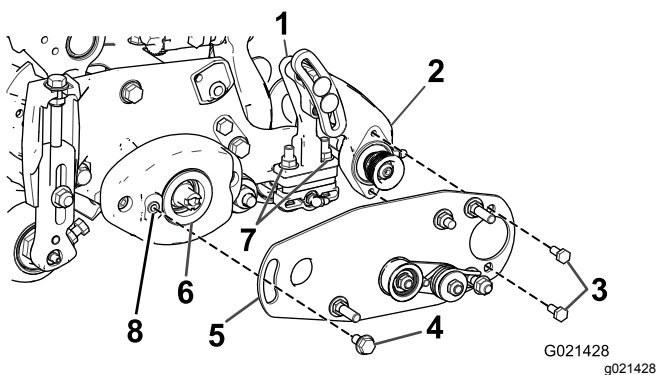
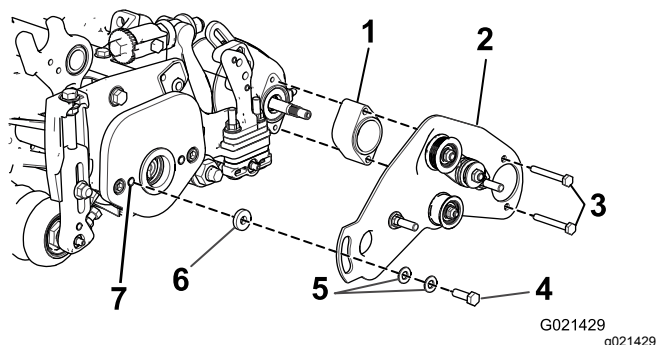

Figura 15
Figura 16
21. Aplique uma película de massa lubrificante no diâmetro interior do olhal, na caixa de rolamentos (Figura 15 e Figura 16).
Nota: Certifique-se de que o conjunto da polia intermédia está instalado na parte inferior, como se mostra na Figura 15 e na Figura 16.
25. Aplique Loctite 242 (azul) aos (2) parafusos de 5/16 pol. x 5/8 pol. e utilize-os para montar a placa da escova na caixa de rolamentos da escova do rolo (Figura 15 e Figura 16). Aperte os parafusos com uma força de 20 a -25 N·m.
- Desaperte as duas porcas flangeadas de retenção que fixam o suporte de montagem da escova do rolo à placa lateral da unidade de corte (Figura 15 e Figura 16).
- Rode a caixa de rolamentos da escova do rolo, até que a placa da escova fique paralela à placa lateral da unidade de corte (Figura 15 e Figura 16).
- Aperte as duas porcas flangeadas de retenção que fixam o suporte de montagem da escova do rolo à placa lateral da unidade de corte (Figura 15 e Figura 16).
22. Desaperte, mas não remova, os parafusos que fixam a caixa de rolamentos da escova do rolo ao suporte de montagem da mesma (Figura 15 e Figura 16).
23. **Apenas na unidade de corte de 56 cm**, deslize o espaçador do veio da escova para o sítio (Figura 16).
24. Instale a placa da articulação da escova do rolo do lado esquerdo ou direito (Figura 15 e Figura 16).
30. Utilize 5/16-18 TAP para limpar as roscas antes de aparafusar o parafuso com olhal na unidade de corte (Figura 15 e Figura 16).
31. Aplique Loctite 242 (azul) ao parafuso com olhal (Figura 15 e Figura 16).
32. Prenda a a placa da escova na caixa da escova do rolo com o parafuso com olhal. (Figura 15 e a Figura 16).